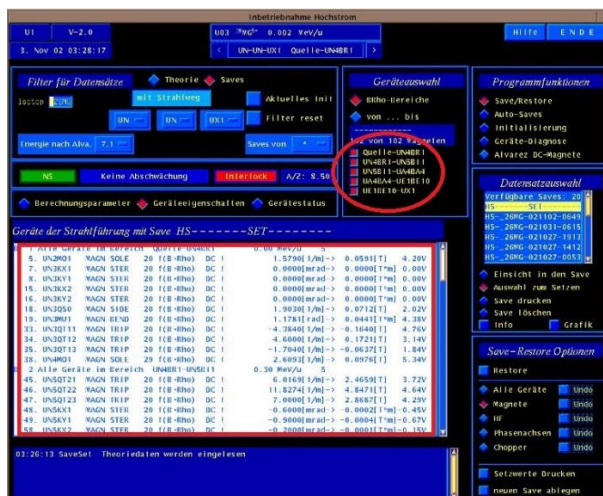

Bild 8: Wiederherstellung Bereichsanwahl
- Wiederherstellungsmöglichkeiten (Bild 8):